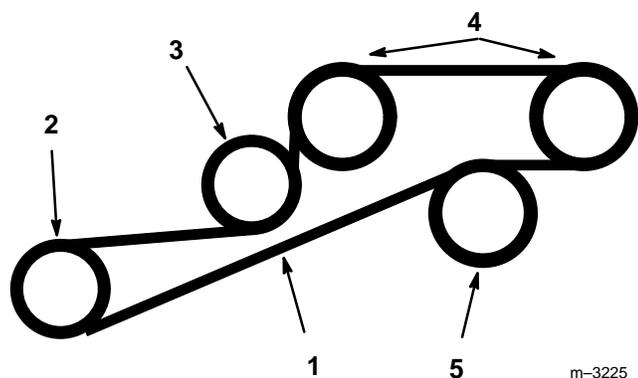

Abbildung 50
2. Die federbelastete Führungsrolle nach unten drücken und den Antriebsriemen von Motor-Riemenscheibe, fester Führungsrolle und Hydropumpen-Riemenscheiben abnehmen (Abb. 50). Den Riemen von der Kupplung abnehmen.
3. Den neuen Riemen über der Kupplung und um Motor-Riemenscheibe, fester Führungsrolle und Hydropumpen-Riemenscheiben installieren (Abb. 50).
4. Die federbelastete Führungsrolle nach unten drücken und unter dem Antriebsriemen ausrichten. Den Druck auf die federbelastete Führungsrolle wegnehmen (Abb. 50).